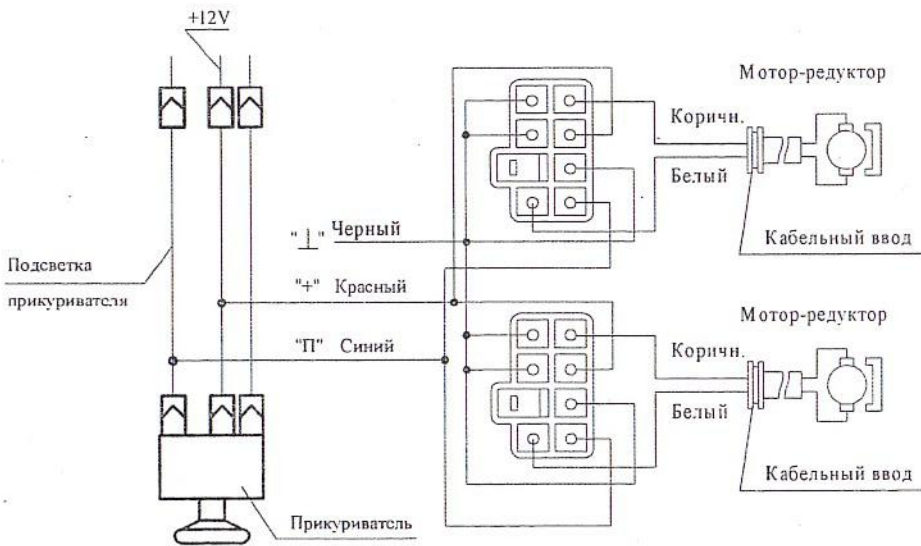

Рис.3
6.7 Протянуть кабели до соответствующих ЭСП через отверстия диаметром 14мм. Вставить контакты жгута от ЭСП в колодку переключателей ЭСП и мотор-редуктора ЭСП. Выполнить соединения в соответствии со схемой подключения ЭСП (см. рис.3).